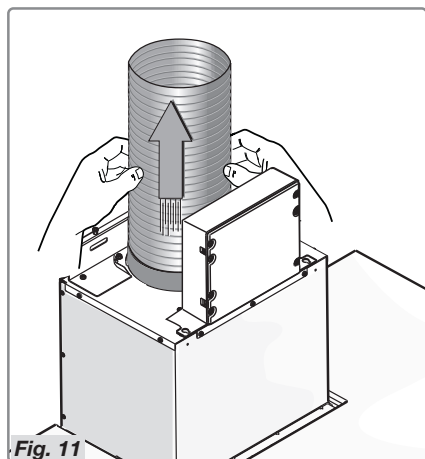

Fig. 11
- Koble flensen til luftutløpet med et rør (Fig. 11).